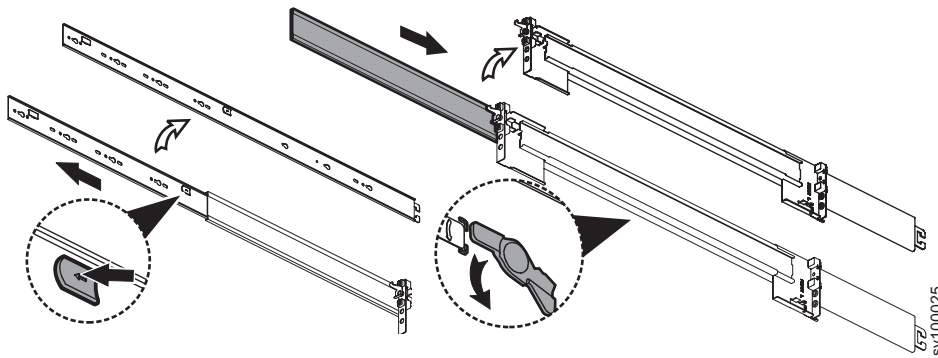

Abbildung 22. Inneren Teil der Schiene lösen
3. Lösen Sie den inneren Teil einer der dreiteiligen Schienen (siehe Abb. 22).